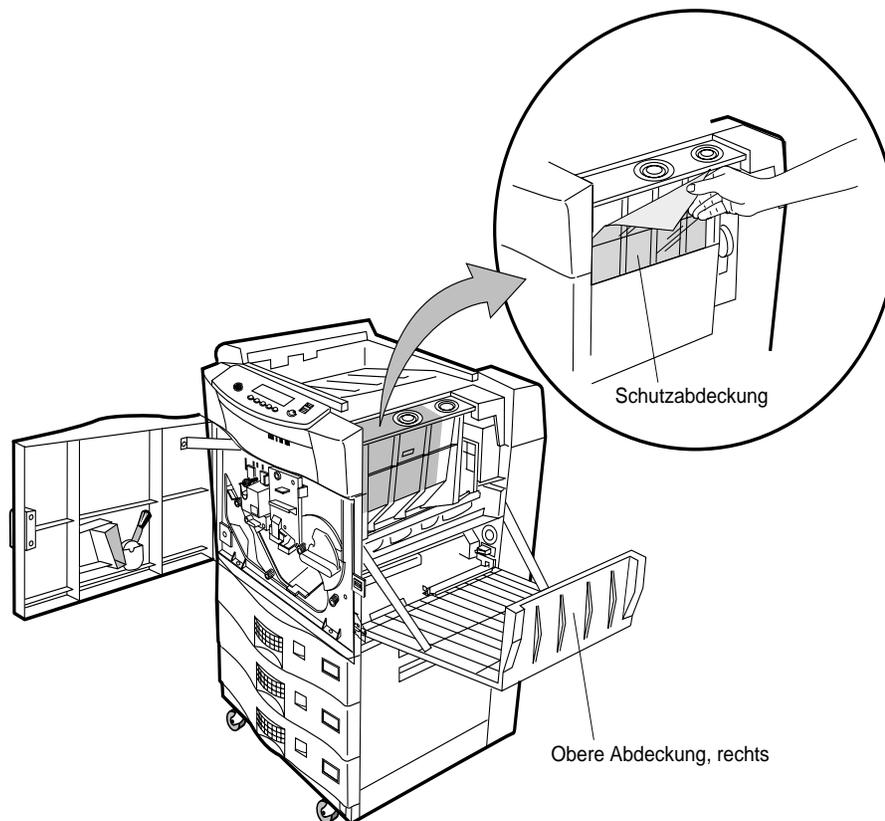

Abbildung 2-46 Schutzabdeckung entfernen
4. Ziehen Sie die Schutzabdeckung aus Kunststoff langsam und stetig nach oben, dann nach unten und schließlich in spitzem Winkel heraus. Siehe Abbildung 2-46.